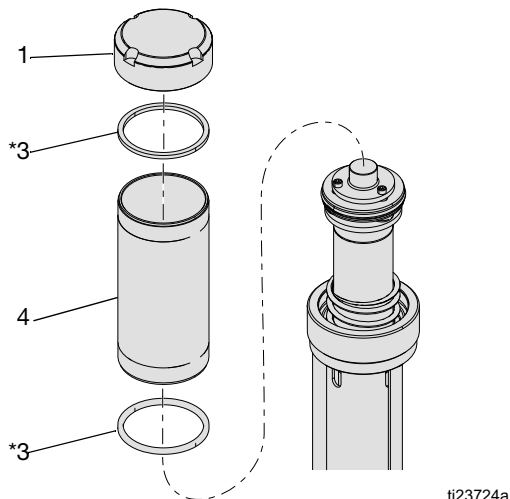

FIG. 10
2. Retire la tapa (1), el cilindro (4) y las juntas cuadradas (3*). Inspeccione todas las piezas incluido el muelle situado bajo la tapa (no mostrada en FIG. 10) en busca de daños y sustituya todo lo necesario. Consulte la FIG. 10. Desenrosque a mano o con llave de cadena para no distorsionar la forma del cilindro.